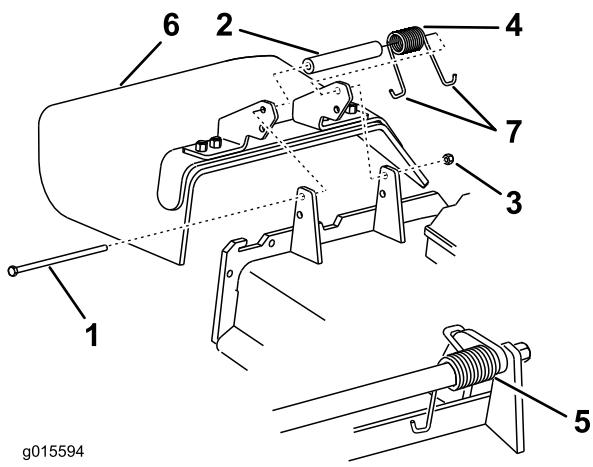

Figura 84
1. Retire la contratuerca, el perno, el muelle y el espaciador que sujetan el deflector a los soportes de pivote (Figura 84). Retire el deflector de hierba dañado o desgastado.
Nota: Asegúrese de colocar un extremo en **J** del muelle detrás del reborde de la carcasa antes de instalar el perno, según se muestra en Figura 84.
3. Instale el perno y la tuerca. Coloque un extremo en **J** del muelle alrededor del deflector de hierba (Figura 84).